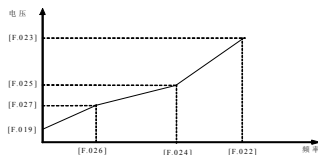

图 4-6 V/F 多点自定义曲线
F. 023~F. 028 功能参数用于用户在自设定 V/F 曲线时, 灵活的频率、电压对应点设定。参见图 4-6